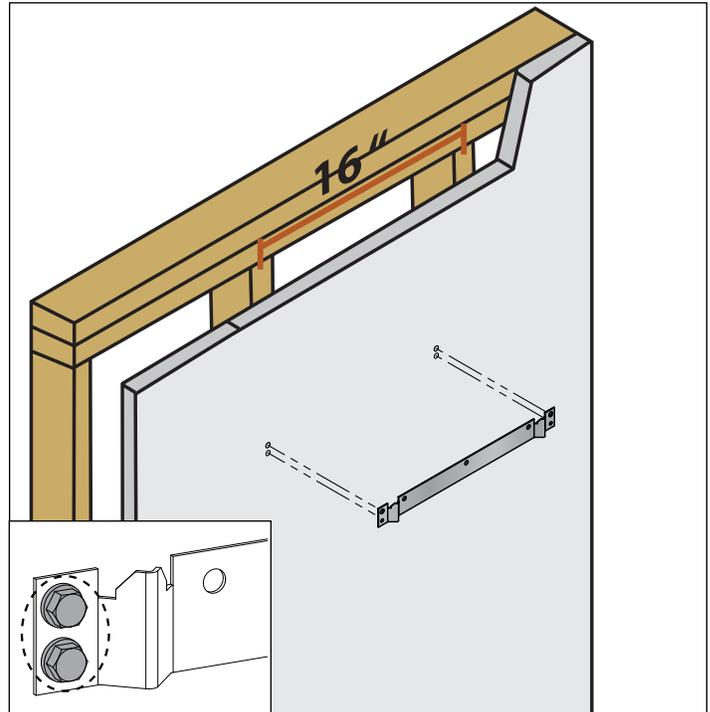

Figure 6 - Installation du support sur des montants centraux de 40,64 cm (16 po)
1. Installez le support de montage mural supérieur sur le mur. Assurez-vous que le support est à niveau et que les trous de perçages se trouvent au niveau des montants. Utilisez ensuite le support comme gabarit pour marquer quatre (4) trous de perçage sur le mur, deux (2) sur chaque côté du support. Pour plus d'informations, reportez-vous à la figure 6.